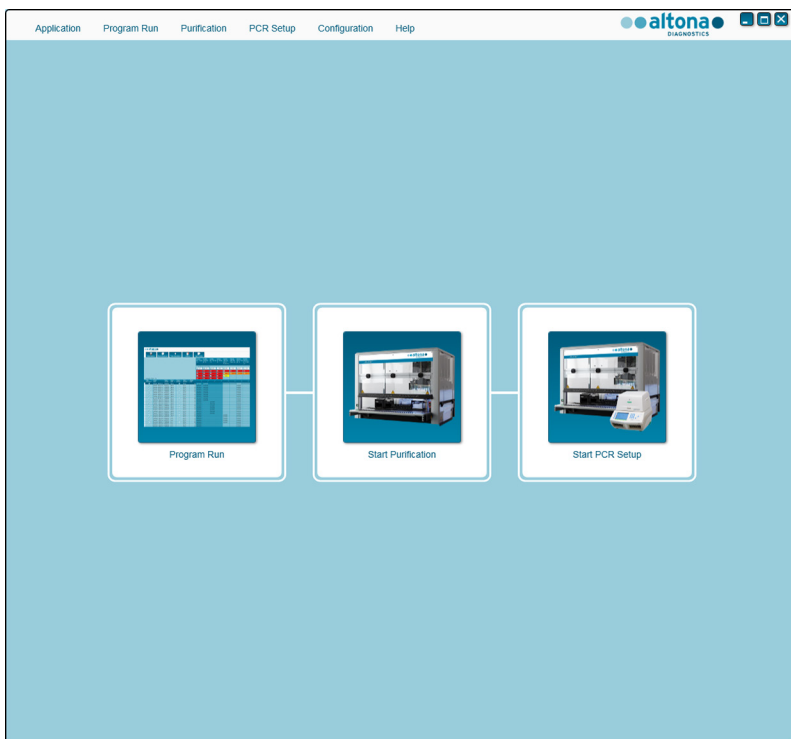

Figura 1: Pantalla de inicio del AltoStar® Connect software
Se abre la pantalla de inicio del AltoStar® Connect software (consulte la Figura 1), que muestra tres botones que representan los pasos del AltoStar® Workflow (flujo de trabajo) que deben realizarse en el AltoStar® AM16:
1. Acceda a la pantalla de mantenimiento haciendo clic en **Application** → **Instrument Maintenance** (aplicación → mantenimiento del instrumento) en la barra de menú (consulte la Figura 1).